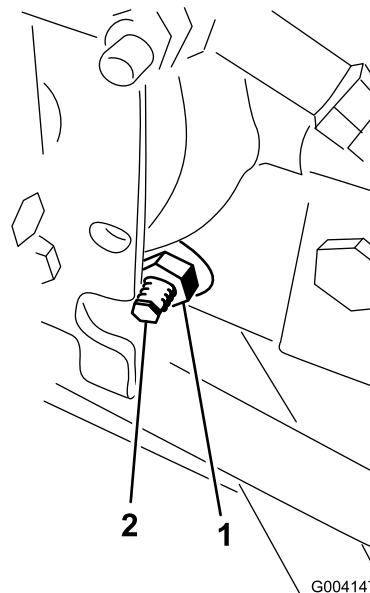

Figura 65
3. No lado direito do hidrostato, solte a porca de bloqueio no excêntrico de ajuste da tração (Figura 65).